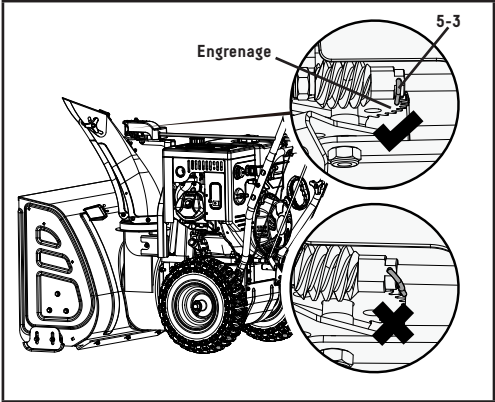

Figure 8B
3. Réglez le trou fixe du levier et de l'engrenage, puis effectuez le lien avec la goupille R (5-3) (figure 8B).
Assurez-vous que la goupille R est positionnée de la façon illustrée dans la figure 8B.